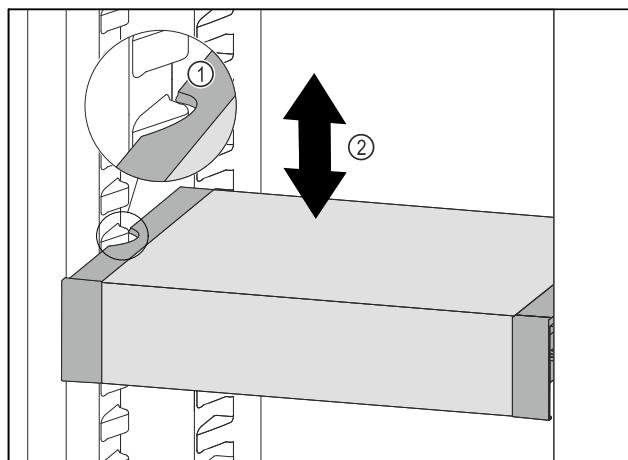

Fig. 137
► Predal VarioSafe povlecite v smeri naprej, dokler nista stranska izreza predala VarioSafe na višini nastavka za posodo v hladilniku. Fig. 137 (1)
► Predal VarioSafe premikajte v hladilniku gor ali dol, dokler ne dosežete želeno višino. Fig. 137 (2)